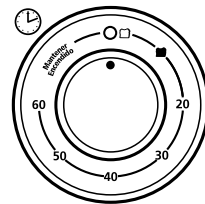

Figura 3
3. **Cronómetro** – Permite seleccionar el tiempo de cocción hasta por 60 minutos. Automáticamente apagará el horno al final del tiempo de cocción. (Ver Figura 3)